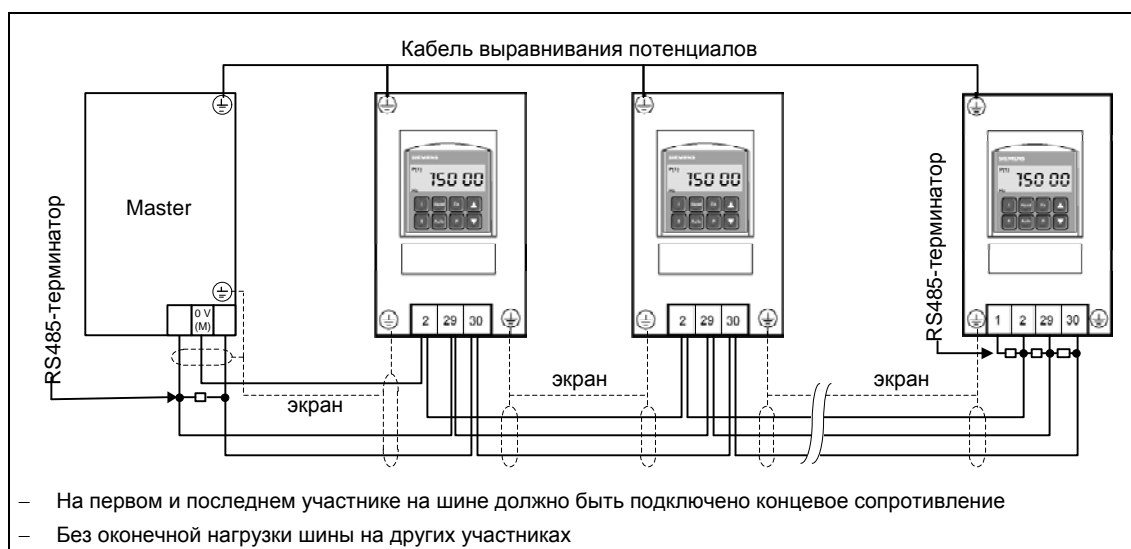
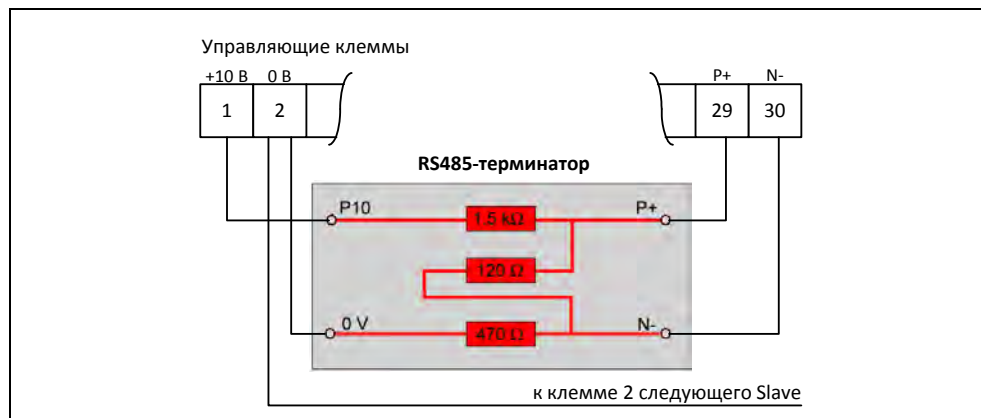

Рис. 3-47 Подключение шины USS
Рис. 3-48 Подключение терминатора RS485
2. По терминатору на обоих концах шины между P+ и N- (см. рис. 3-48)
Если преобразователь является последним Slave на шине (см. рис. 3-47), то соединить там P+ и N- прилагаемого RS485-терминатора с RS485-клеммами (см. рис. 3-48). P10 и 0 V для питания могут быть подключены к клеммам 1 и 2. Если преобразователь является первым Slave, то завершить там шину только с P+ и N-.